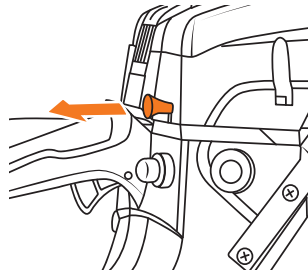

Рис. 14
6. При запуске холодного двигателя вытяните рукоятку воздушной заслонки (Рис. 14). Воздушная заслонка закроется.